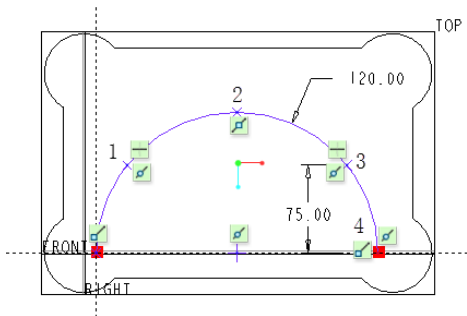

图 5-67 草绘
⑤ 打开“参考”面板,接着单击该面板中的“定义”按钮,弹出“草绘”对话框,然后单击“使用先前的”按钮。
⑥ 绘制图 5-67 所示的图元,其中包括几何基准点 1、2、3 和 4,圆弧从阵列导引中心开始并经过这些几何点,然后单击“确定”按钮.